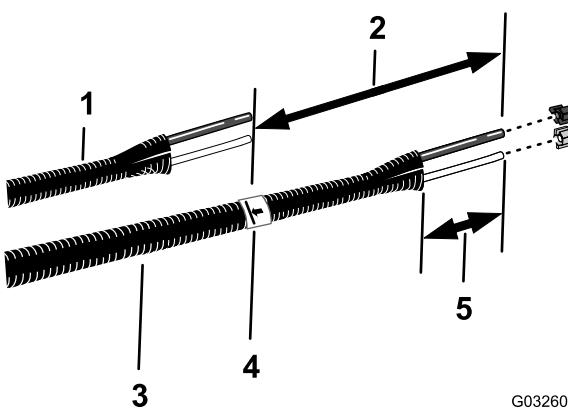

Рисунок 20
6. Совместите старые трубы подачи жидкости и воздуха (Рисунок 20) с новыми трубками в сборе (номер 114-9553 по каталогу Toro).
8. На новых трубках в сборе нанесите вторую отметку, отмерив расстояние 26 см от отметки, сделанной при выполнении пункта 7, и отрежьте трубы по второй (дальней) отметке (Рисунок 20).
10. Снимите с каждого конца трубок в сборе (Рисунок 20) оболочку на отрезке длиной от 77 до 102 мм.